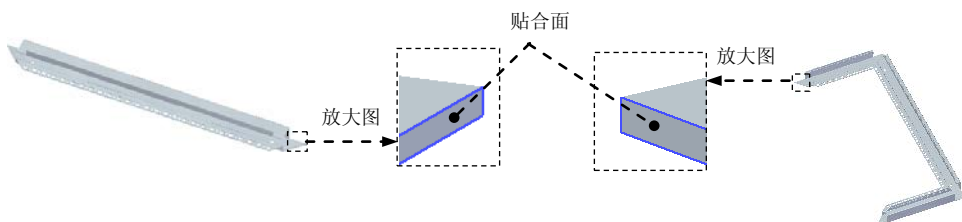

图 8.13.309 贴合面
(1) 单击“相关”区域中的  命令, 选取图 8.13.309 所示的两个钣金件上要配合的面。